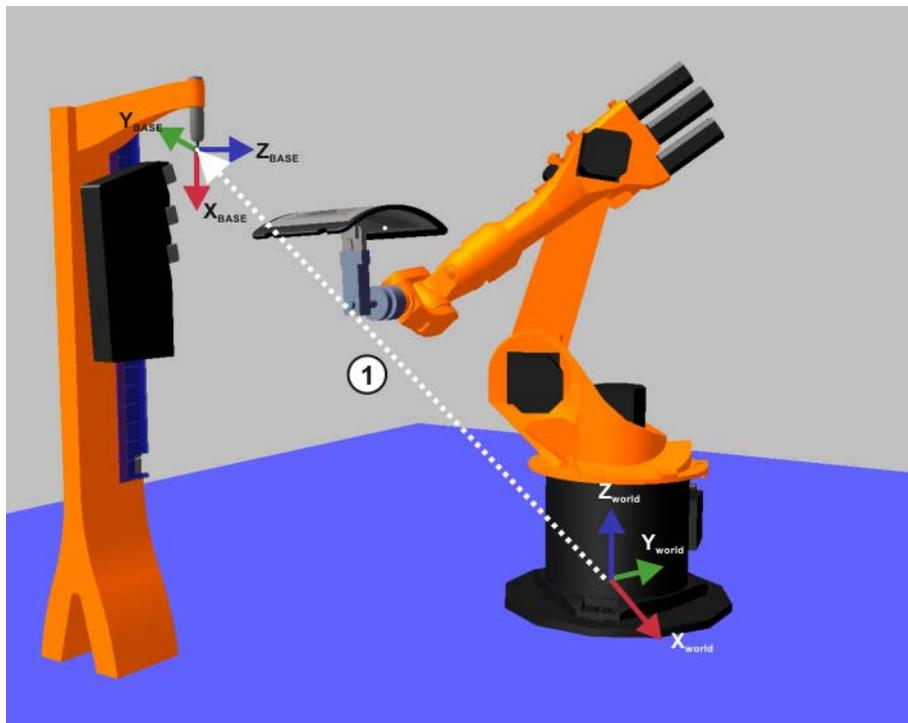

图 3-37: 固定工具的测量
(1) (>>> 图 3-37) 所示，以 \$WORLD ( 或者 \$ROBROOT ) 为基准管理外部 TCP，即等同于基坐标系。